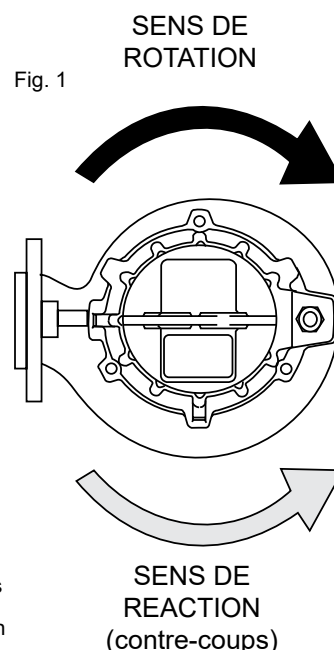

Fig. 1
3. Raccorder les câbles d'alimentation à l'armoire de commande (voir par. 18). Les bornes du câble d'alimentation portent la marque des sigles internationaux IEC, leur connexion correcte à la ligne L1(u), L2(v), L3(w) détermine le sens de rotation correct de l'électropompe. Si le groupe installé est visible lors du démarrage, il subira un contrecoup dans le sens inverse des aiguilles d'une montre (Cf. Fig. 1). Pour inverser le sens de rotation, inverser deux phases entre-elles.